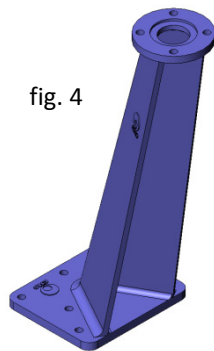

fig. 4
- Colonna di manovra inclinata (fig. 4)